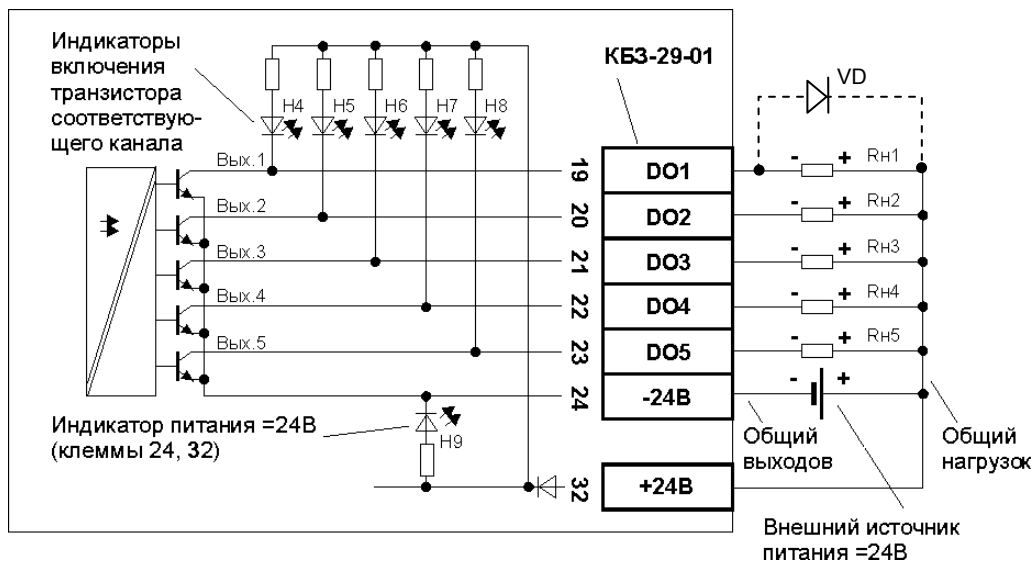

Рисунок 10.11 - Подключение дискретных выходов с помощью клеммно-блочного соединителя КБ3-29-01
10.3.4.4 Подключение дискретных выходов с помощью клеммно-блочного соединителя КБ3-29-01 представлено на рис. 10.11.